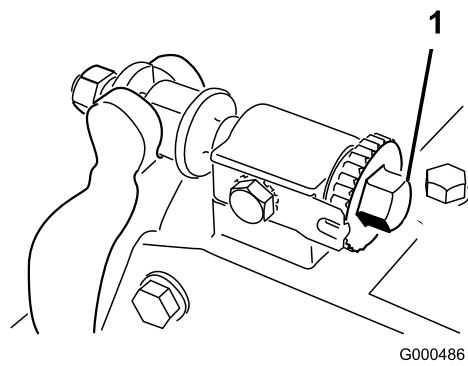
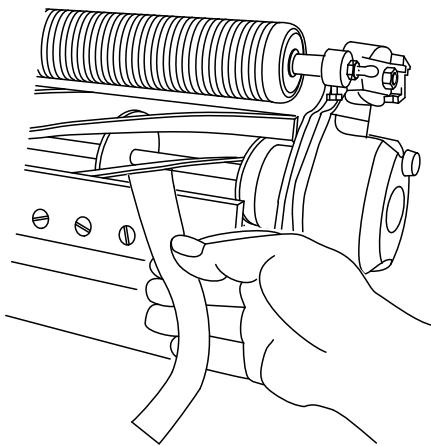

Figura 54
Figura 55
- Asegúrese de eliminar el contacto con el molinete girando los tornillos de ajuste de la barra de asiento en el sentido contrario a las agujas del reloj (Figura 54).
4. En un extremo del molinete, inserte una tira larga de papel de periódico entre el molinete y la contracuchilla (Figura 55). Mientras gira el molinete lentamente hacia adelante, gire en el sentido de las agujas del reloj el tornillo de ajuste de la barra de asiento (en el mismo extremo del molinete) (Figura 54), un clic a la vez, hasta que el papel quede ligeramente aprisionado cuando se inserta desde delante, paralelo a la contracuchilla. Se notará una ligera resistencia al tirar del papel.
contracuchilla (Figura 55). Debe ser posible cortar el papel con un contacto mínimo entre la contracuchilla y las cuchillas del molinete. Si se nota una resistencia excesiva del molinete, será necesario afilar o amolar la unidad de corte para conseguir los filos necesarios para un corte de precisión (consulte el manual de afilado de molinetes de Toro).